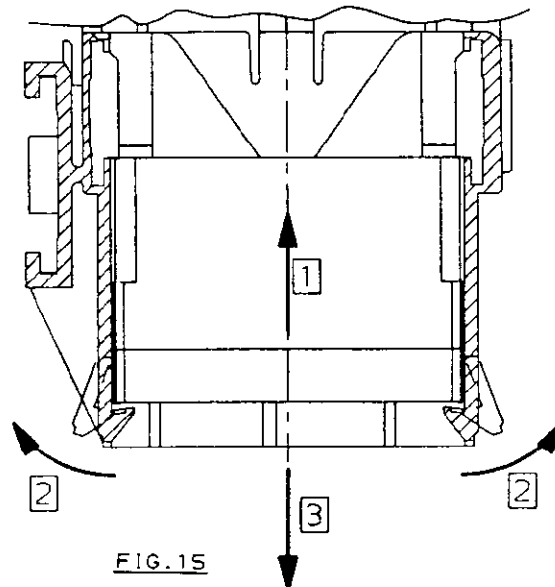

FIG. 15
1) When the respective female connector is removed push the male connector against the stops of the frame and then open the two frame locking lances to pull out the connector (see Fig. 15)
1) Dopo aver smontato il rispettivo connettore, portafemmine spingere a fondo il connettore portamaschi contro la battuta del frame quindi aprire i due denti di trattenimento sul frame ed estrarre il connettore (vedi Fig.15).